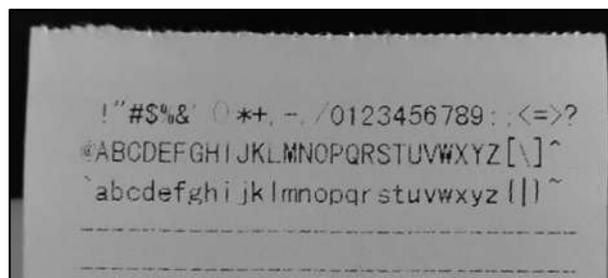

Fig. 20
- Cliccare “**Diagnosi (Diagnosis)**” per eseguire un test di stampa. La stampante stamperà un paragrafo di prova per verificare il risultato dell'impostazione e della funzionalità di stampa. (Rif Fig 20)